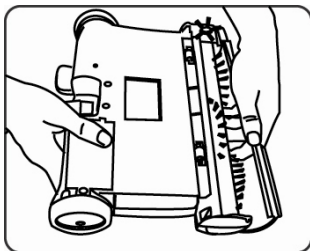

Fig. 12
4. De vez en cuando, quite la cubierta transparente del cepillo del frente de la barredora y saque la acumulación de pelusa, pelos o fibras del cepillo giratorio. Para quitar la cubierta, agárrela por debajo, tire hacia fuera y hacia arriba hasta que se desenganche de las ranuras laterales y de las pestañas de la parte superior. Corte cuidadosamente los hilos y cabellos con una tijera. (Fig. 12)